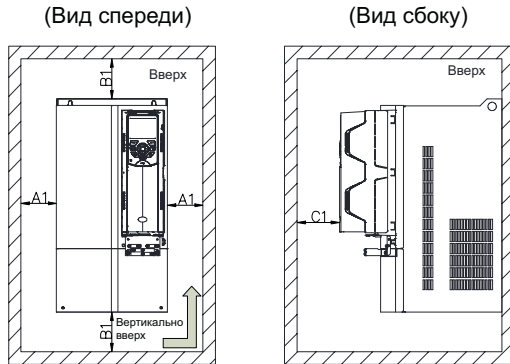

Рис. 2-3 Свободное пространство для монтажа одиночного привода переменного тока (конструкции Т2 - Т9)
- ◆ Предусмотреть свободное пространство для монтажа, как указано на рис. 2-3, чтобы обеспечить достаточное пространство для отвода теплоты, выделяемой преобразователем частоты. Учитывать рассеивание тепла другим оборудованием, расположенным в шкафу.